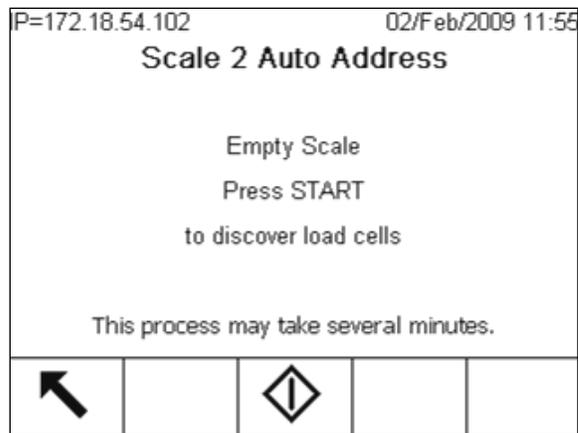

Figura 3-20: Schermata assegnazione dell'indirizzo automatica PDX
1. La schermata iniziale di avvio dell'assegnazione dell'indirizzo automatica richiede una bilancia vuota e viene visualizzato il messaggio (Figura 3-20):